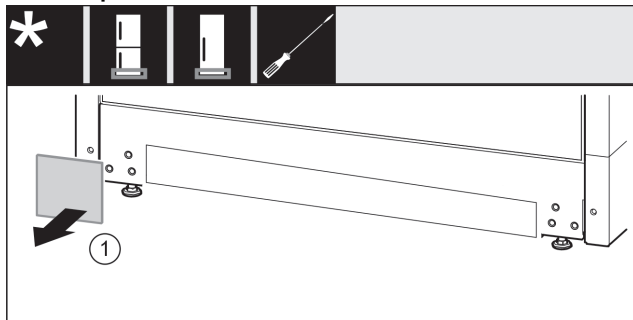

Fig. 13
- Ta av täckplattan. Fig. 13 (1)